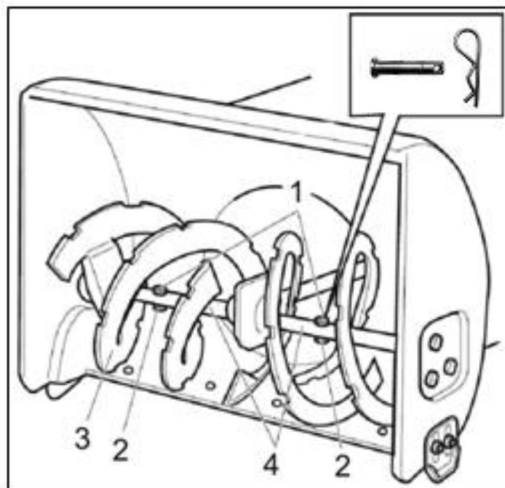

Рис. 42
11.9. Замена срезных пальцев шнека (Рис. 42)